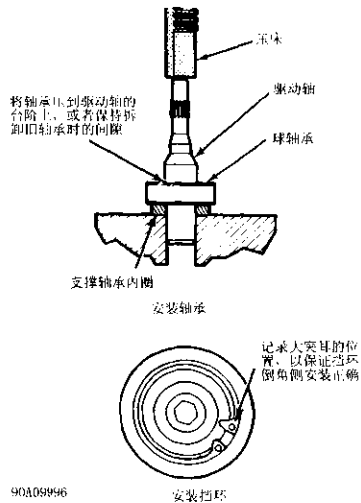

图 6-7 安装轴承和挡圈 (TC 系列)
用动力转向系油润滑新的油封。使用一个适当大小的深套筒，将油封推进壳体内，直到它到达壳体底部。将轴承推到轴上并保持拆卸前的间隙。将轴和轴承安装到壳体内，转动总成使其与转子啮合。斜边向下，安装轴承挡圈，这是由挡圈上的大突耳的位置来显示的（图 6-7）。在泵上安装带轮，参见 6.2.5 节 3 款。将泵安装到托架上（如果已拆下）。
5) 将轴承压到轴上，直到内侧座圈与台阶之间的间隙与拆卸时的间隙相同（图 6-7）。将轴和轴承总成滑入壳体内，同时转动总成以使轴上的花键与转子对齐。倒角侧向下，安装轴承挡圈，倒角侧是由卡环的大突耳的位置标志的。在泵上安装带轮。